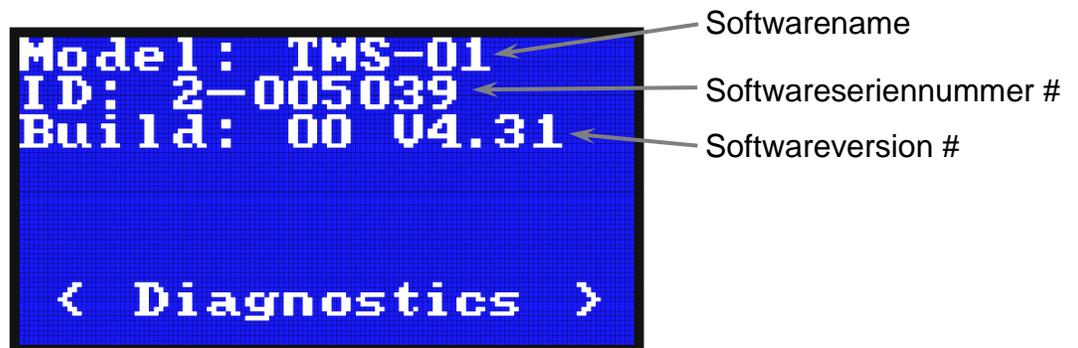

Abbildung 2-55, Display – Konfigurationsbildschirm
- Das *Konfigurationstool* zeigt Informationen über die Softwareversion der Systemsteuerung an. Abbildung 2-55 zeigt die Keypad-Anzeige während der Verwendung dieses Werkzeugs. „Model“ zeigt den Namen der installierten Software an. "ID" zeigt die Seriennummer der Hauptplatine der Systemsteuerung an. „Build“ zeigt die Software-Versionsnummer der installierten Software an.